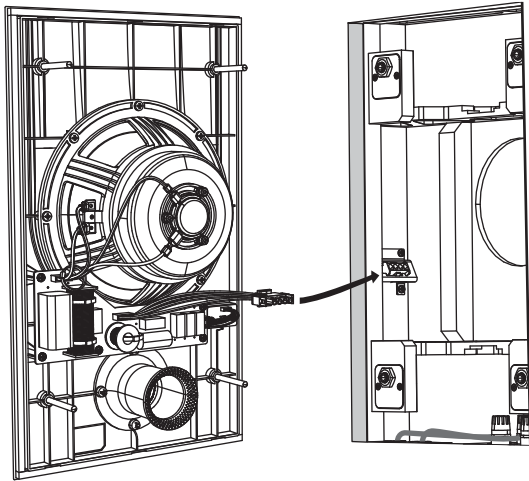

图 1. 接线
1. 在助手的帮助下, 将 PCI 7DC IW 扬声器组件提起靠近干墙孔, 并将四针接线连接器牢固地连接到后盖内的相应连接器中 (图1)。